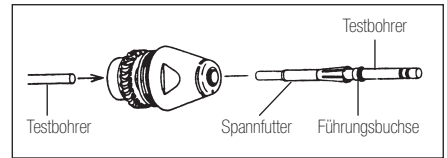

Abb.12
- Nach Abnahme der Rotorschacht-Mutter das Spannfutter vorsichtig mit dem Testbohrer oder dem Schaft des Bohrers von hinten herausdrücken. Die Führungsbuchse und das Spannfutter können herausgenommen werden (Abb. 12).